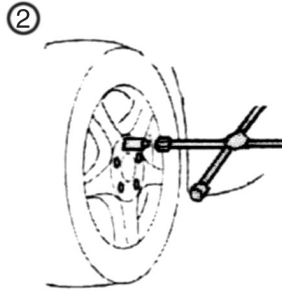

Abbildung 2
- dabei mit gleichmäßigem Krafteinsatz arbeiten (Abb. 2)